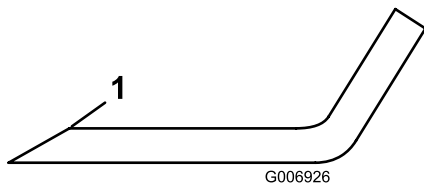

Figura 108
5. Inspeccione los filos de corte de todas las cuchillas. Afílelos si están romos o tienen mellas. Afíle únicamente la parte superior del filo y mantenga el ángulo de corte original para asegurar un afilado correcto (Figura 108).
6. Si está romo o tiene desperfectos, afíle únicamente el filo superior y mantenga el ángulo de corte original (Figura 108).